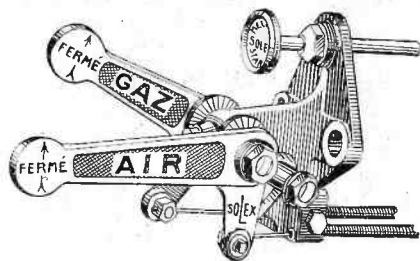

Fig. 12
- 1 commande SOLEX spéciale pour gazogène (fig. 12)